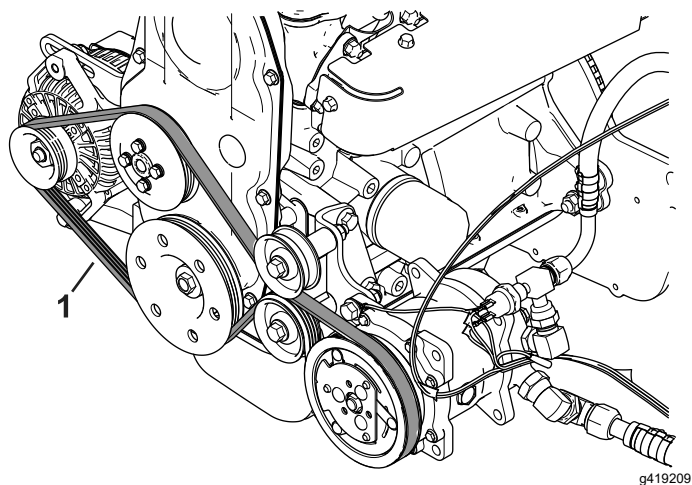

Figure 37
9. Installez la courroie sur le compresseur, les poulies de tension, le moteur et l'alternateur (Figure 35 et Figure 37).